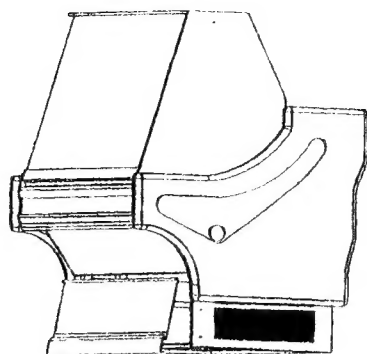

Fig.7
- ⇒ Placer finalement le panneau orné de céramiques sur la partie basse de la vitrine comme indiqué sur la figure 7.
- ⇒ Finally install bottom ceramic tile panel as shown in figure 7.